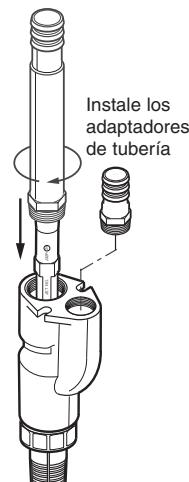

Figura 6
- Cubra el extremo roscado del adaptador de tubería con 1-1/2 vuelta de cinta de Teflón. Enrosque el adaptador largo (incluido) en el orificio de descarga del eyector (para instalarlo, deslícelo sobre el venturi). Cubra con cinta y instale el adaptador corto (no incluido - disponible localmente) en el orificio de impulsión (ver Figura 6). Los adaptadores deben quedar apretados - en caso que el conjunto tenga fuga, la bomba no elevará agua del pozo.